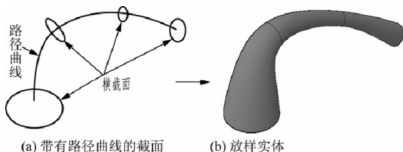

图 11-28 指定路径曲线创建放样实体
(2) 【路径(P)】: 指定放样实体或曲面的单一路径。路径曲线必须与横截面的所有平面相交。如图 11-28 为指定路径所创建的放样实体。